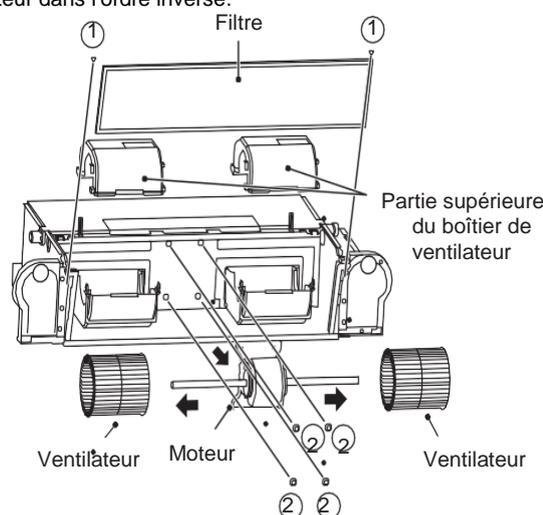

Fig 4-5 Enlever le filtre, la partie supérieure du boîtier et les vis du moteur
- Comme indiqué sur la Fig. 4-5, enlevez les vis ① * 2 pour sortir le filtre. Puis, déposez la partie supérieure du boîtier de ventilateur.